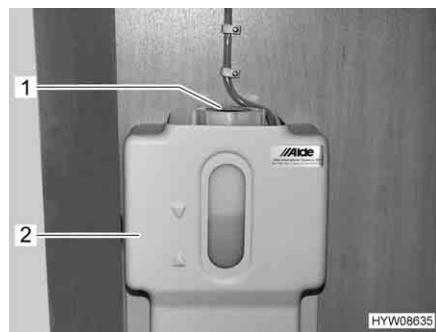
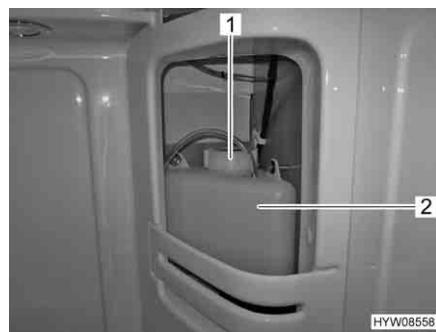

Fig. 119 Vaso d'espansione del riscaldamento ad acqua calda
Fig. 120 Vaso d'espansione alternativo dietro la copertura nel vano doccia
- Controllare se il livello del liquido nel vaso d'espansione (Fig. 119,2 o Fig. 120,2) è tra le righe del "MIN" e del "MAX".
- Aprire il coperchio (Fig. 119,1 o Fig. 120,1) del vaso di espansione.